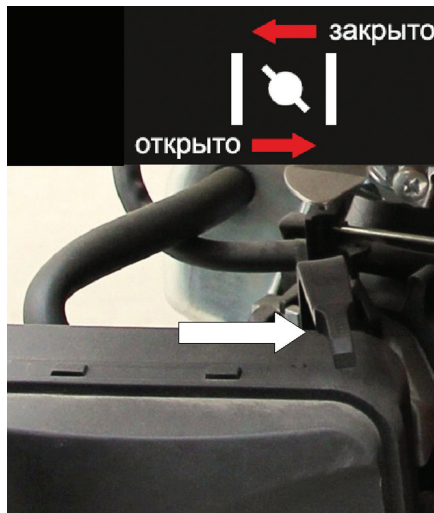

Рис. 14
Для пуска электростанции с электростартером поверните ключ зажигания в положение «СТАРТ» (рис. 14) и удерживайте ключ в этом положении до пуска электростанции, но не более 5 секунд. После пуска электростанции ключ нужно отпустить.
4. После прогрева двигателя плавно переведите рычаг воздушной заслонки в положение «Открыто» (рис. 14). При повторном пуске, когда двигатель прогреет, воздушную заслонку использовать не нужно.